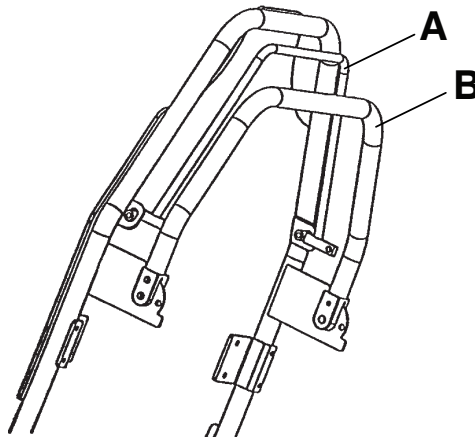

Figura 4 – Respaldo Fowler
Para subir o bajar el respaldo Fowler, apriete el asa roja (A) hacia la estructura del respaldo Fowler, no hacia la barra de empuje (B). Suba o baje el respaldo Fowler para moverlo a la posición deseada (entre 0 y 90 grados) (Figura 4).